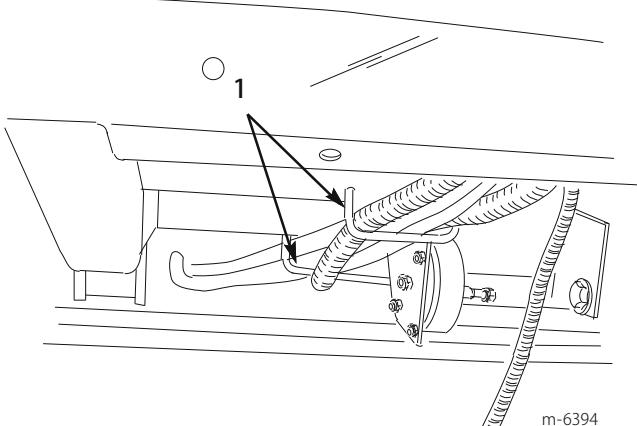

図23
8. 後部コントロール・ボックス・ハーネスを、ダッシュボードに通し、車両の下をたどって、ワイヤ・ハーネス・リングに通し、ふたたびコントロール・ボックスまで戻す(図23および24)。